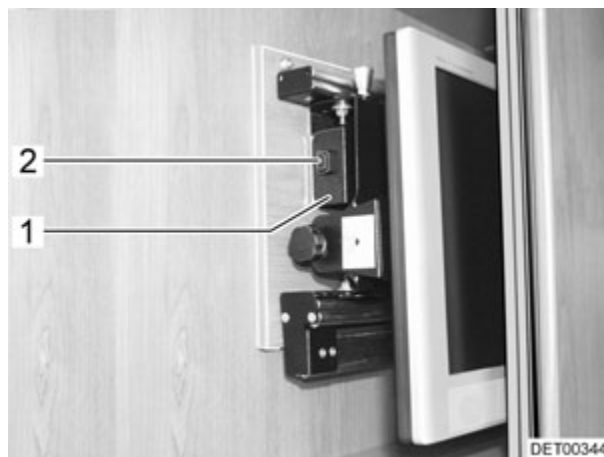

Fig. 6 Televisor (variante 2)
- Girara el televisor a la posición inicial (Fig. 5 ó Fig. 6) y, de ser esto necesario, hacerlo encastrar.
- Empujar hacia atrás la consola del televisor por el tirador (Fig. 5,1 o Fig. 6,1). El pestillo (Fig. 5,2 o Fig. 6,2) se enclava.